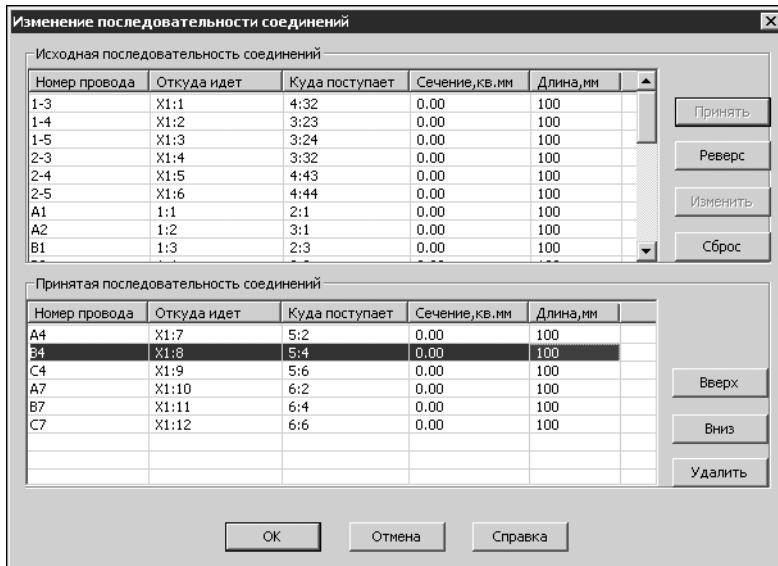

Рис. 19.3. Диалог **Изменение последовательности соединений**
На экране появится диалог **Изменение последовательности соединений** (рис. 19.3), в котором можно просмотреть и отредактировать все соединения аппаратов поверхности. Элементы управления диалога представлены в табл. 19.6.
2. В диалоге **Изменение последовательности соединений** (рис. 19.3) из таблицы **Исходная последовательность соединений** выберите потенциальный узел.